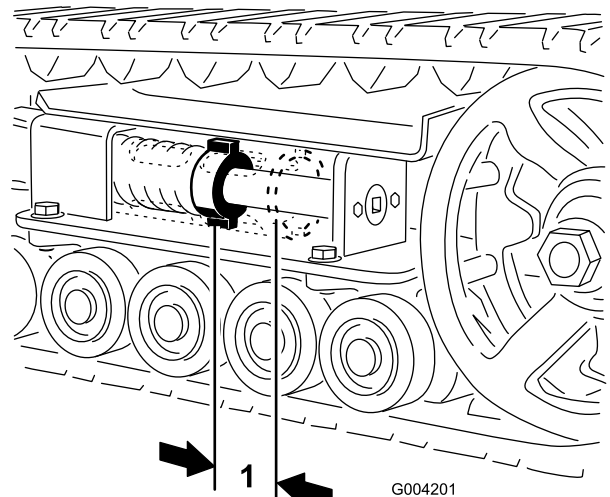
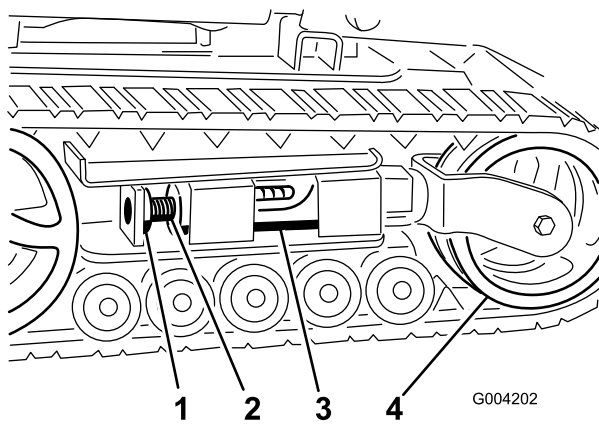
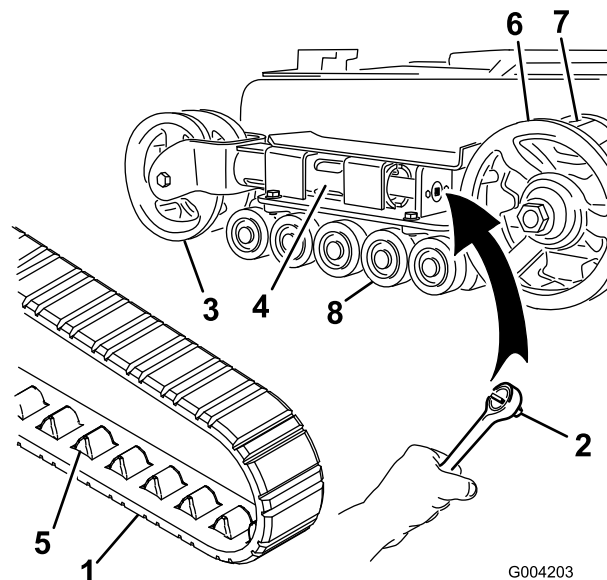
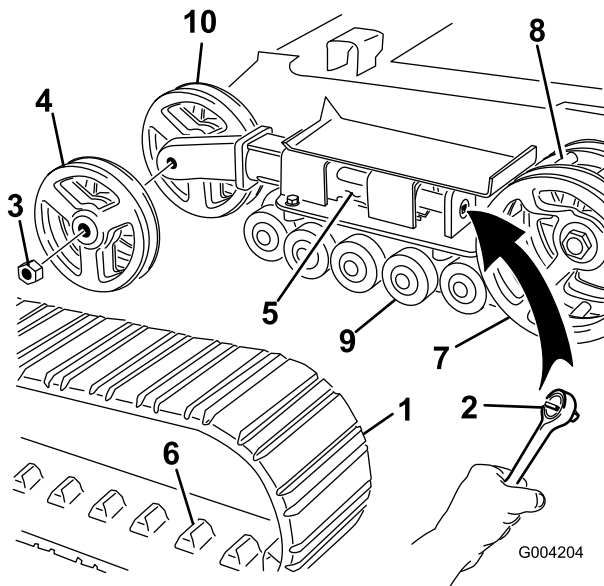

Figura 43
Figura 44
Figura 45
Figura 46
Debe haber una holgura de 7 cm (2-3/4 pulg.) entre la tuerca tensora y la parte de atrás del tubo tensor (Figura 43). Si no es así, ajuste la tensión de las orugas usando el procedimiento siguiente:
3. Retire el perno de bloqueo y la tuerca (Figura 44).
- Usando una llave de 1/2 pulgada (13 mm) (Figura 45), gire el tornillo tensor en el sentido contrario a las agujas del reloj hasta que la distancia entre la tuerca tensora y la parte de atrás del tubo tensor (Figura 43) sea de 7 cm (2-3/4 pulg.).
- Alinee la muesca más próxima del tornillo tensor con el taladro del perno de bloqueo, y fije el tornillo con el perno de bloqueo y la tuerca (Figura 44).
- Retire el perno de bloqueo y la tuerca (Figura 44).
- Usando una llave de 1/2 pulgada (13 mm), alivie la tensión en la oruga girando el tornillo tensor en el sentido de las agujas del reloj (Figura 44 y Figura 45).
- Empuje la rueda tensora hacia la parte de atrás de la unidad de tracción para mover el tubo de horquilla contra el bastidor (Figura 45). (Si no toca el bastidor, siga girando el tornillo tensor hasta que lo toque.)
- Cuando haya retirado la oruga de la rueda tensora, retírela de la rueda motriz y de las ruedas de rodaje (Figura 45).
- Empezando en la rueda motriz, pase la oruga nueva alrededor de dicha rueda, asegurándose de que los dientes de la oruga encajen entre los espaciadores de la rueda (Figura 45).
- Empuje la oruga por debajo de y entre las ruedas de rodaje (Figura 45).
- Gire el tornillo tensor en el sentido contrario a las agujas del reloj hasta que la distancia entre la tuerca tensora y la parte de atrás del tubo de horquilla (Figura 43) sea de 7 cm (2-3/4 pulg.).
4. Usando una llave de 1/2 pulgada (13 mm), alivie la tensión en la oruga girando el tornillo tensor en el sentido de las agujas del reloj (Figura 44 y Figura 46).
5. Empuje la rueda tensora hacia la parte de atrás de la unidad de tracción para mover el tubo tensor contra el bastidor (Figura 46). (Si no toca el bastidor, siga girando el tornillo tensor hasta que lo toque.)
6. Retire la tuerca que fija la rueda tensora exterior y retire la rueda (Figura 46).
7. Retire la oruga (Figura 46).
8. Retire la tuerca que fija la rueda tensora interior y retire la rueda (Figura 46).
12. Instale la rueda tensora interior y fíjela con la tuerca que retiró anteriormente (Figura 46).
14. Instale la oruga nueva, asegurándose de que los dientes de la oruga encajen entre los espaciadores de la rueda motriz (Figura 46).
15. Instale la rueda tensora exterior y fíjela con la tuerca que retiró anteriormente (Figura 46).
17. Gire el tornillo tensor en el sentido contrario a las agujas del reloj hasta que la distancia entre la tuerca tensora y la parte de atrás del tubo tensor (Figura 43) sea de 7 cm (2-3/4 pulg.).